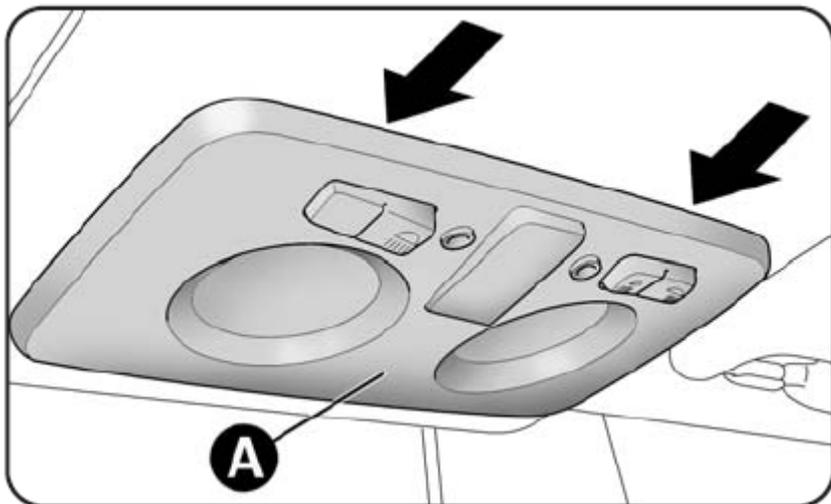
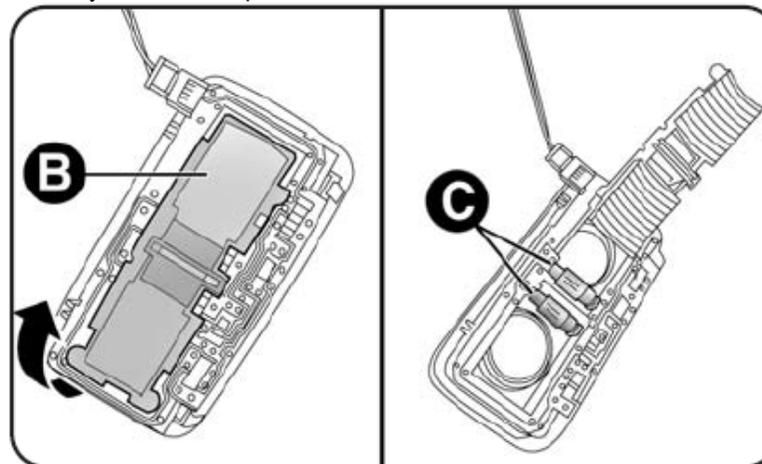

Рис. 31
Рис. 32
- Выньте плафон **А** - **рис.31**, нажав в точках, указанных стрелкой;
- Откройте защитную крышку **В** – **рис.32**. замените лампу **С**, для этого надо ее извлечь из боковых контактов, установите новую лампу и убедитесь, что новая лампа надежно зафиксировалась в контактах;
- закройте крышку **В** – **рис.32**, установите на место плафон **А** - **рис.31**, и убедитесь, что плафон надежно зафиксировался.